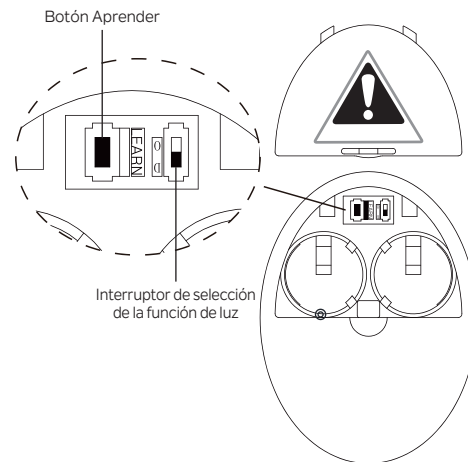

Figura 26
INTERRUPTOR DE SELECCIÓN DE LA FUNCIÓN DE LUZ (Figura 26)
EMPAREJAMIENTO DEL TRANSMISOR CON EL VENTILADOR (Figura 26)
Paso 2. Después de instalar las baterías del transmisor, encienda la alimentación de CA del ventilador en el disyuntor o la caja de fusibles y durante los próximos 30 segundos mantenga presionado el botón APRENDIZAJE en la parte posterior del transmisor (**Figura 26**) durante 3 segundos. El ventilador se encenderá a velocidad media y el kit de luz (si está instalada) se encenderá. Esto confirma que el proceso de emparejamiento ha terminado.